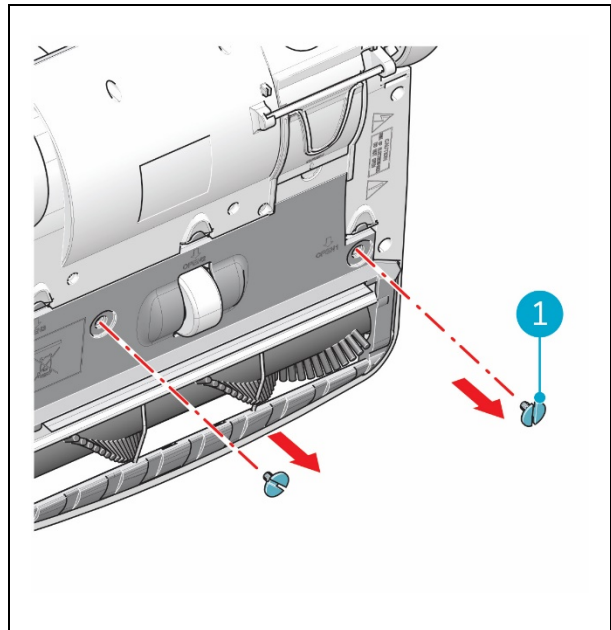

Figura 24
2. Retira los tornillos de metal (Figura 24, pos. 1).
10. Aprieta los tornillos de metal (Figura 24, pos. 1).